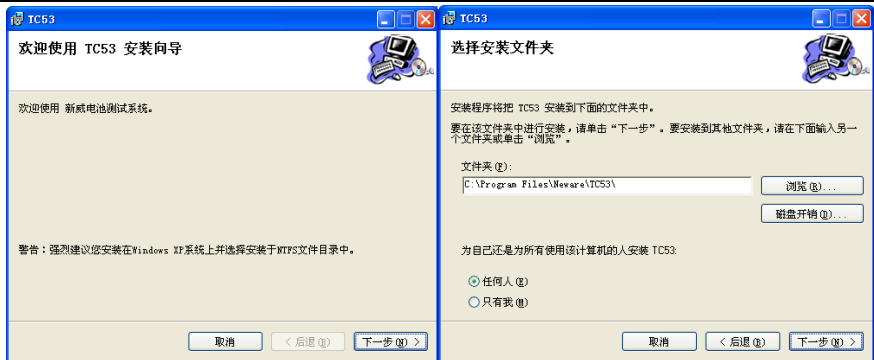

图 8 上位机软件安装步骤图示
- 2 在“选择安装文件夹”提示窗口下，默认安装路径是在“C:\Program Files\Neware\TC53\”目录下，用户也可以点击“浏览”按钮，设定安装目录，同时选择此安装程序是面向任何人或当前用户，如图 8；